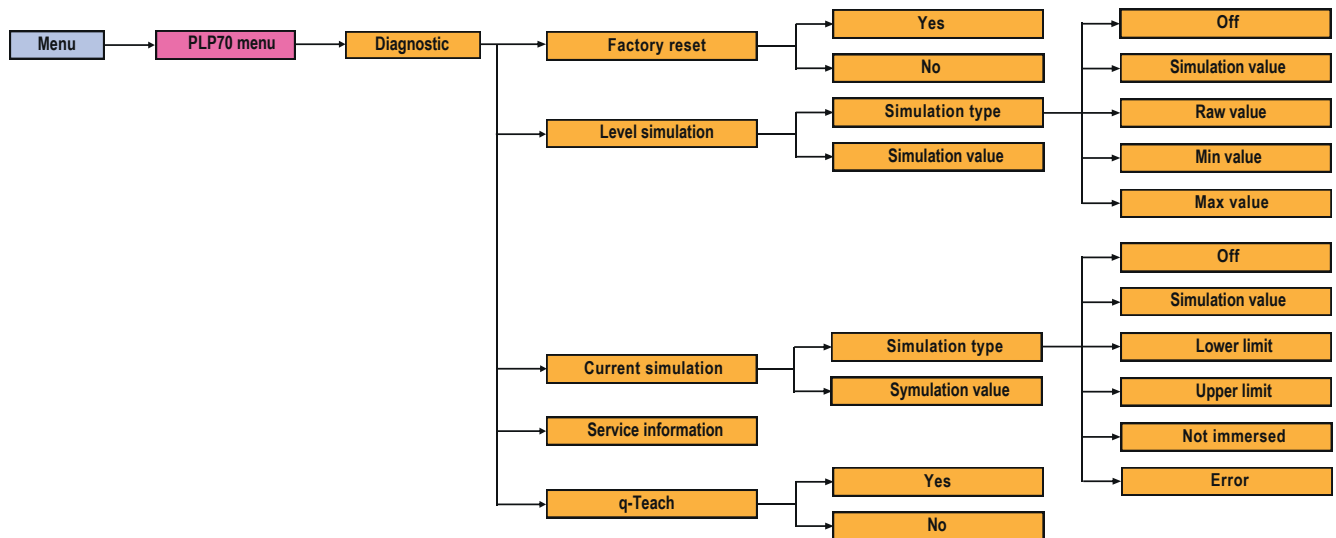

Abb. 16: DFON: Menü-Struktur-Plan (2)
| Abb. 16 | DFON : Menü-Struktur-Plan (2)..... | 46 |